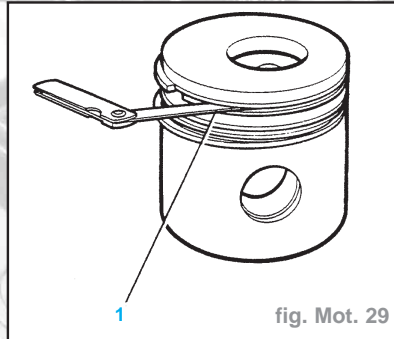

fig. Mot. 29
- A l'aide d'un calibre d'épaisseur (1), vérifier le jeu entre segments et gorges de piston (Fig. Mot. 29). Pour les valeurs voir "Caractéristiques".